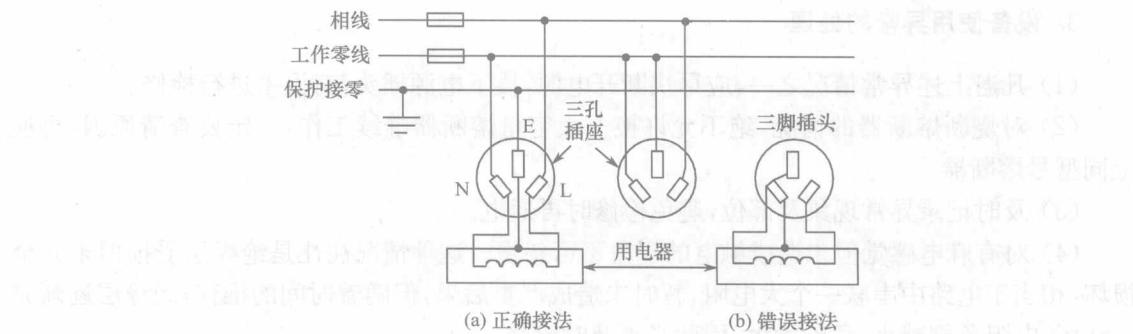

图 1-12 三孔插头座的接法
(1) 电源线虚焊,造成在运输、使用过程中开焊脱落,搭接在金属性件上而同外壳连通。
(2) 工艺不良,产品本身带隐患。例如,用金属压片固定电源线,压片有尖棱或毛刺,容易在压紧或振动时损坏导线绝缘层。
(3) 接线螺钉松动,造成电源线脱落。
(4) 设备长期使用不检修,导线绝缘老化开裂,碰到外壳尖角处形成通路。
(5) 错误接线。有人在更换外壳接保护零线设备的插头、插座时,错误连接,如图 1-12 所示,结果造成外壳直接接到电源火线上(注意:此时设备运行是正常的,不容易引起人们的注意)。